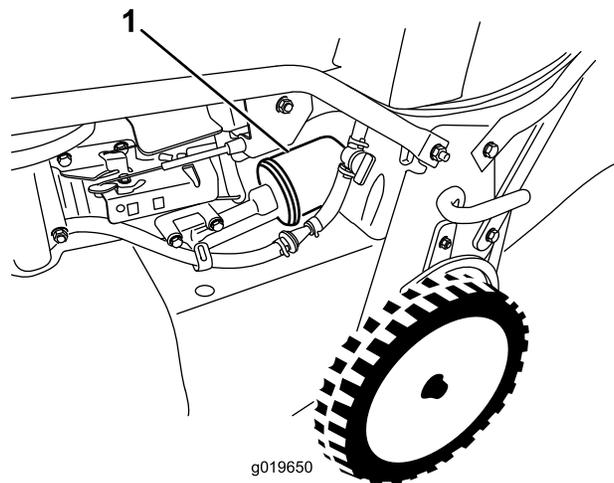

Figura 32
6. Retire o filtro do óleo (Figura 32).